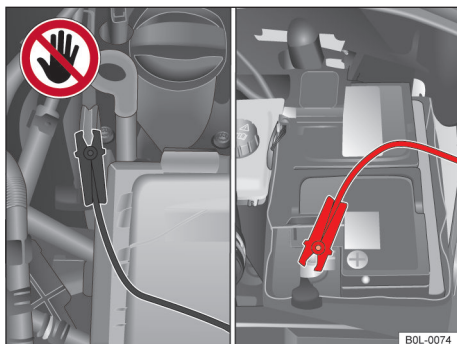

图 135 发动机舱：充电装置或辅助启动电缆的接口
- 掀开正极上的盖板 → 图 135。
- 按规定将充电装置的电极夹夹到车身上合适的接地位置和蓄电池正极 ① 上。